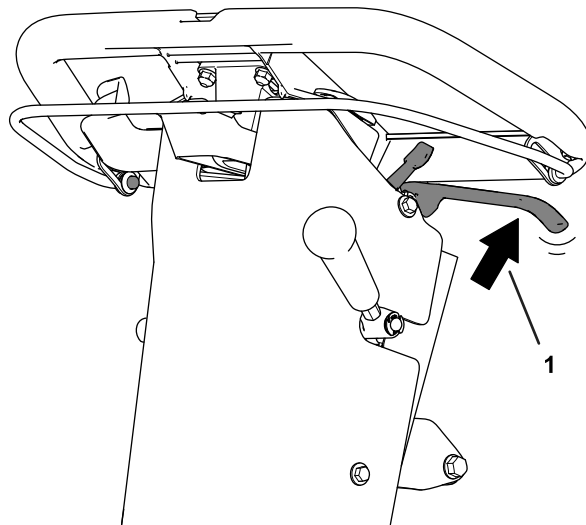

図 24
2. スプリングスケールを使って、サービスブレーキレバー (図 24) に力を加えます。